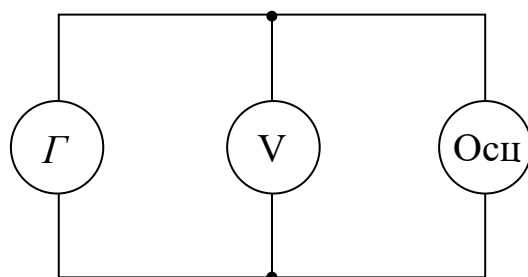

Рис.1. Измерительная схема
Схема установки представлена на рис.1. Источником синусоидального напряжения $u(t) = U_m \cos(\omega t)$ является генератор Γ (U_m - амплитуда напряжения на генераторе, $\omega = 2\pi\nu$ - циклическая частота, $\nu = 1/T$ - частота, T - период колебаний). Эффективное значение напряжения на выходе генератора $U = U_m / \sqrt{2}$ измеряется вольтметром «V», а зависимость напряжения от времени $u(t) = U_m \cos(\omega t)$ контролируется осциллографом.
2. Зарисуйте в тетради электрическую схему установки (рис.1).